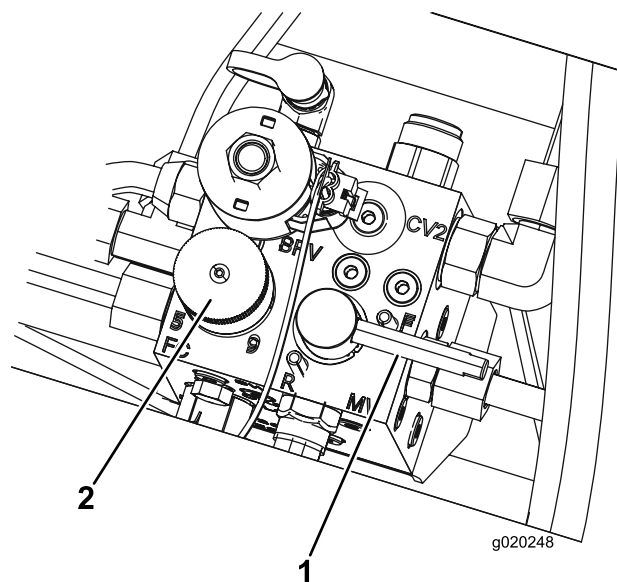

Figura 97
5. Ponga el mando de control de velocidad del molinete en la posición 1 (Figura 97).
6. Mueva la palanca de autoafilado a la posición R (autoafilado) (Figura 97).